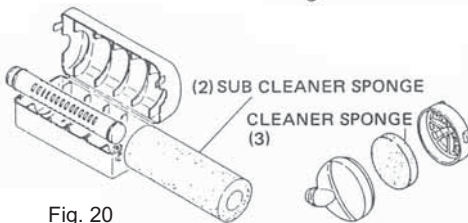

Fig. 20
- a. Clean sub-cleaner sponge every day or every eight hours of operation. More frequent cleaning is recommended under very dusty conditions. Wash the sponge in liquid detergent and water. Squeeze it to remove dirt and press it in a dry rag until it is completely dry. Saturate the sponge in 2 cycle oil or the equivalent. Squeeze it to distribute oil completely and to remove any excess oil. Replace sponge and install cover. (Fig.20)
- b. The main cleaner sponge (carb side) should be cleaned and apply oil in the same way as above-mentioned after every 50 hours of operation. More frequent cleaning may be required if operating in extremely dusty conditions. (Fig.20)
- a. Den Hilfsreinigerschwamm jeden Tag oder nach jedem achtstündigem Betrieb reingen, Bei sehr staubigen Bedingungen soll die Reinigung öfters erfolgen. Den Schwamm in Wasser und Putzmittel waschen, dann festpressen, um den Schmutz zu beseitigen. Den Schwamm in einem trockenen Lappen zusammendrücken, bis er ganz trocken wird. Sättigen Sie ihn mit Zweitaktöl oder gleichwertigem, Dann wiederum festpressen, um das Öl völlig zu verteilen und überschüssiges Öl zu beseitigen, Den Schwamm zurückstellen und den Deckel anbringen (Abbildung 20).
- b. Der Hauptreinigerschwamm (Kohlenseite) soll jeweils nach 50 Stunden Betrieb gereinigt und in der gleichen Weise mit Öl behandelt werden. Häufigere Reinigung ist bei staubigen Arbeitsbedingungen erforderlich (Abbildung 20).